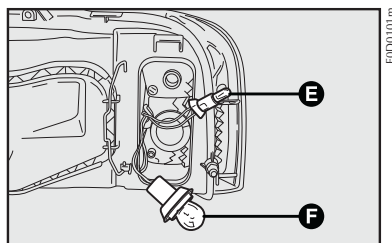

fig. 18
- 4) Remover a lâmpada **E-fig. 18**;
- 4) Retirar a lâmpada **F-fig. 18** empurrando ligeiramente e girando no sentido anti-horário;